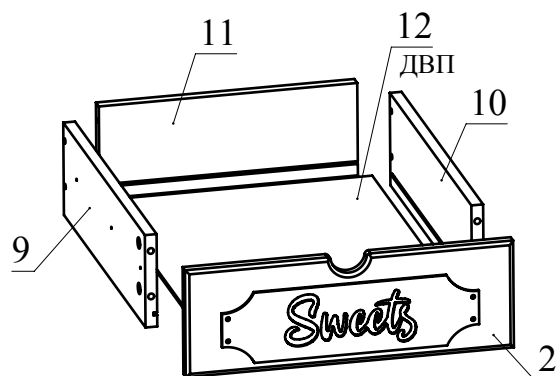
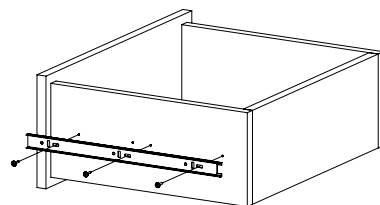

Рис. 6
Рис. 7
6. Соберите ящик. Для этого соедините детали 9 и 10 с деталью 11 при помощи конфирматов. Вставьте дно ящика 12 из ДВП в пазы деталей 9, 10, 11. Соедините деталь 2 с полученной конструкцией и затяните головки минификсов (Рис. 6). Закрепите внутренние планки направляющих на деталях 9 и 10 шурупами 3,5х16 (Рис. 7).